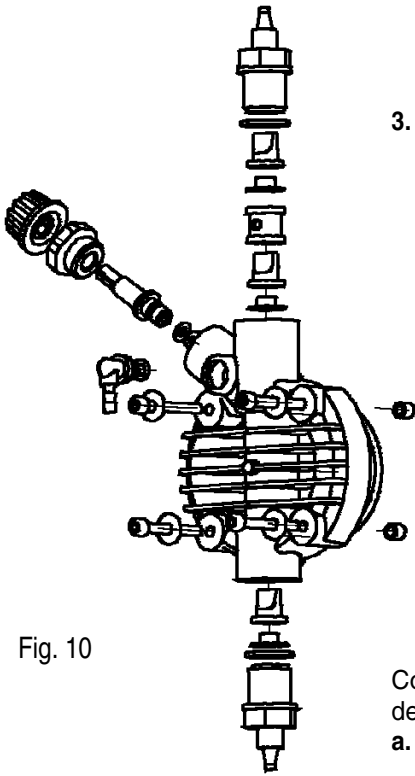

Fig. 10
2. Controle por lo menos cada 6 meses que la bomba funcione correctamente, que los tornillos estén bien apretados y las empaquetaduras estancas; en caso de líquidos particularmente agresivos, lleve a cabo controles más frecuentes, controle concretamente la concentración del aditivo en la instalación; una reducción de dicha concentración podría estar determinada por el desgaste de las válvulas (que en dicho caso habrá que sustituir prestando atención a volver a montarlas como se muestra en la Fig. 10) o por la obstrucción del filtro que debe limpiarse como se indica a continuación en el punto 3.
Para efectuar esta operación, si el aparato no está fijado a la instalación, es posible hacerlo pulsar durante algunos segundos (15-30) manteniéndolo invertido y sin tubos conectados en los racores; si esto es imposible, habrá que desmontar y volver a montar el cuerpo de la bomba (Fig. 10), mediante los cuatro tornillos de fijación.
Gracias a la robustez del sistema, no se presentan averías mecánicas reales. A veces pueden presentarse pérdidas de líquido de algún racor o brida fijatubo que pueda estar flojo, o simplemente por la rotura del tubo de impulsión. Raramente pueden ocasionarse pérdidas por la rotura de la membrana o por el desgaste de la junta de cierre de la misma. En tal caso habrá que sustituir dichos componentes desmontando los cuatro tornillos del cuerpo de la bomba (Fig. 10), volviendo a montar los tornillos, apretándolos de manera uniforme a un par de apriete máximo de $180 \div 200 \text{ N}\cdot\text{cm}$. Una vez eliminada la pérdida, habrá que limpiar los restos de aditivo que puedan haber quedado en la bomba dosificadora ya que al estancarse pueden atacar químicamente la caja de la bomba.
① - LA BOMBA DOSIFICADORA DA IMPULSOS PERO NO INTRODUCE ADITIVO EN LA INSTALACIÓN
- Desmonte las válvulas de aspiración e impulsión, límpielas y vuelva a montarlas en la misma posición (Fig. 10). Si se detecta un hinchamiento de dichas válvulas, controle en la tabla correspondiente la compatibilidad del aditivo con el tipo de válvula instalada en la bomba (válvula estándar de Viton®, u otro elastómero compatible; bajo petición están disponibles las válvulas de bola).
Para sustituir la membrana desenrosque los 4 tornillos, desatornille la membrana, sustitúyala junto a la junta tórica, y vuelva a montar las piezas asegurándose de apretar los tornillos de manera equilibrada (enrósquelos de manera alterna en cruz, respetando el par de apriete indicado en la fig. 10).